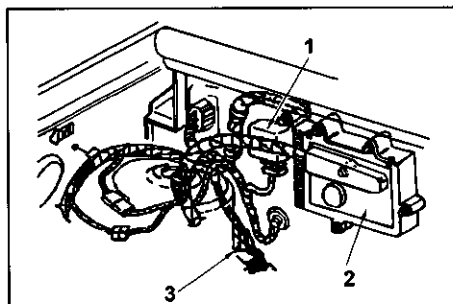

图 7-1-5 变速器电脑位置
(1)变速器电脑:该电脑位于右前减震弹簧的后面,如图 7-1-5 所示。